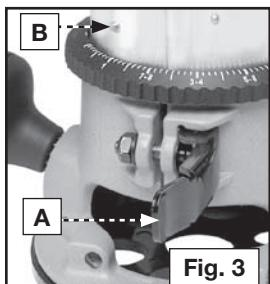
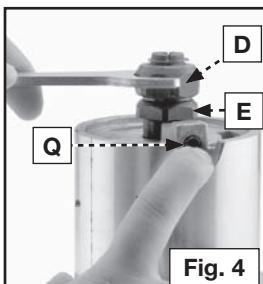

Fig. 3
Fig. 4
- (a) Ouvrez la bride (A) Fig. 3.
- (b) Tout en tenant la base, tournez le moteur en SENS ANTI-HORAIRE jusqu'à ce que la cheville inférieure (B) dans le carter du moteur soit dégagée de la rainure de la base.
4. Enclencher le verrou de broche (Q), Fig. 4 en appuyant sur celui-ci tout en faisant tourner le mandrin (E), Fig. 4 jusqu'à ce qu'il se verrouille.
5. Serrer fermement l'écrou de douille (D) Fig. 4 à l'aide de la clé fournie.